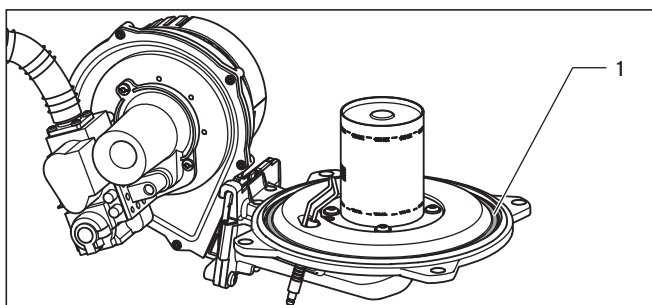

Fig. 8.6 Remplacement du joint de la porte du brûleur
- Remplacez le joint et les écrous autofreinés (1, Fig. 8.6) sur le module du brûleur (Réf.: 0020025929) après chaque dépose du module (par exemple lors de travaux d'entretien et de service).